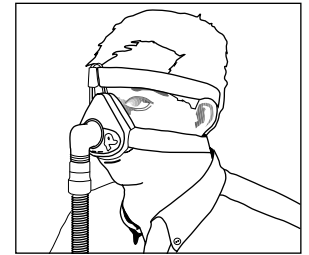

Figura 5
- Coloque la mascarilla sobre el rostro, sin que lo apriete. Ajuste las tiras de modo que se sienta que la mascarilla esté confortablemente colocada **Figura 5**.